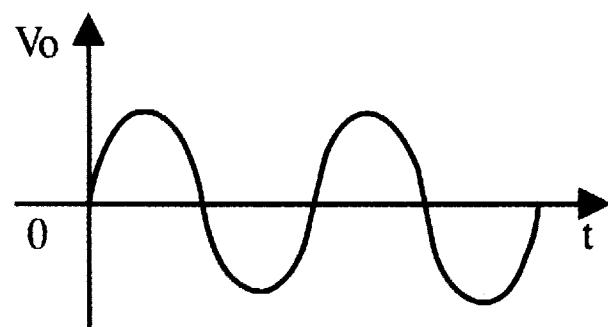
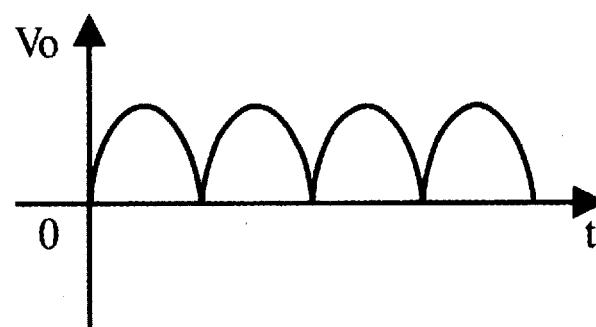
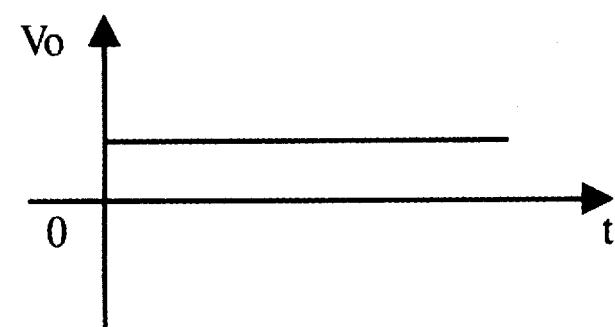

图 3-4
图 3-5
图 3-6
- 6、集电极电压交直流转换开关：当置于 AC 时，其集电极输出电压是交流电压 (如图 3-4)。当置于 DC 时，其集电极输出电压是经过整流但未滤波的脉动直流电压 (如图 3-5)；当置于 DC，而电流/度开关置于 I_R 时，其集电极输出电压是经过整流滤波的平直直流电压 (如图 3-6)；交流电压可用于测试需同时观测正反向伏安特性曲线的器件；例如双向二极管等。